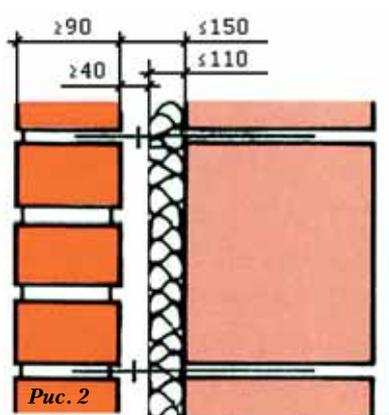

Рис. 2
- 2) Двухслойная облицовочная кладка с воздушной прослойкой и теплоизоляцией (рис. 2).